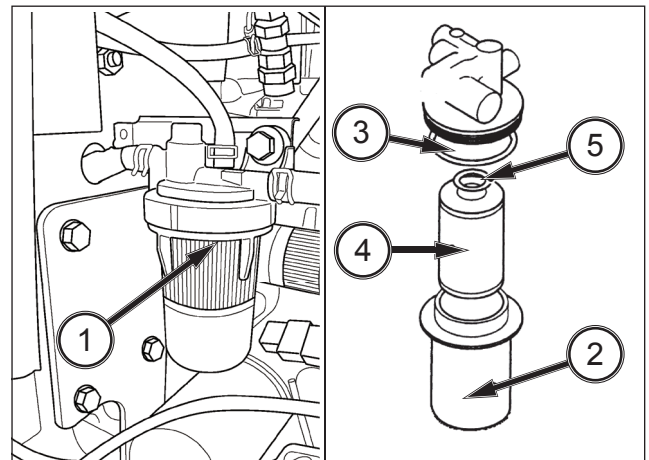

ABB. 102
ABB. 102: Um Einstellen der Riemenspannung die Stellschraube (1) lösen. Die Lichtmaschine (2) mit einem Montierhebel (3) bewegen, um den Keilriemen auf die gewünschte Spannung einzustellen. Die Schraube nach der Einstellung wieder festziehen.